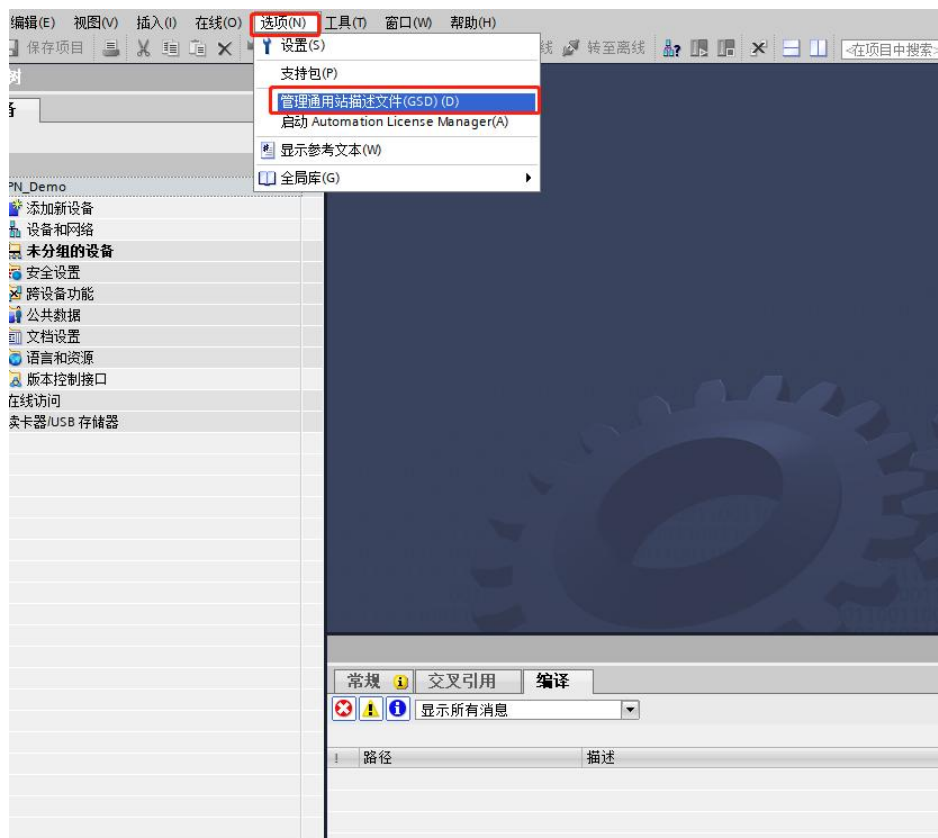

图 1-3a
2.1 如图添加 GSD 文件 (过程如图 1-3a ~ 1-3c 所示):